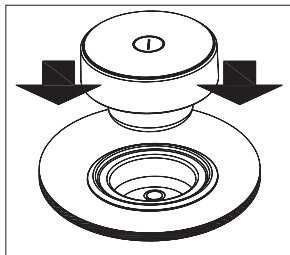

Рис. 3.
- 1 Вставьте регулятор (2) в рабочий корпус (см рисунок 3).
- 2 Нажмите на сенсорную клавишу «Вкл.» ① (1) и удерживайте ее не менее 1 секунды. Сенсорное управление станет активным и видимым, а внешнее кольцо будет светиться. Если какая-либо из варочных зон будет горячей, на соответствующем индикаторе (4) будет отображаться буква H.